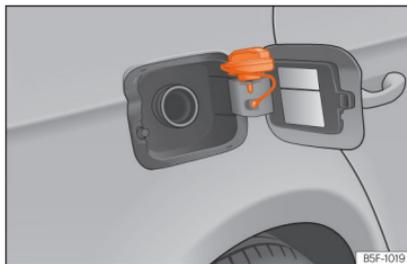

Abb. 61 Tankklappe mit aufgestecktem Tankverschluss.
- Platzieren Sie den Verschluss in der Aussparung, die sich im Scharnier der geöffneten Tankklappe befindet »» **Abb. 61**.